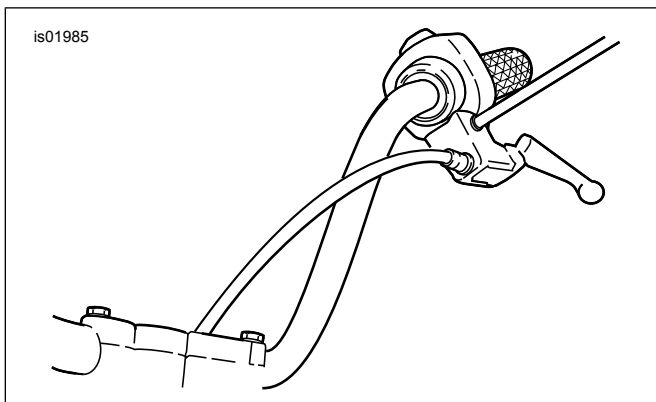

Abbildung 1. Neue Kupplungszugverlegung
- d. Siehe Abbildung 1. Verlegen Sie den Kupplungszug zur Innenseite der Lenker und verbinden Sie den Kupplungszug wieder mit dem Kupplungshebel.